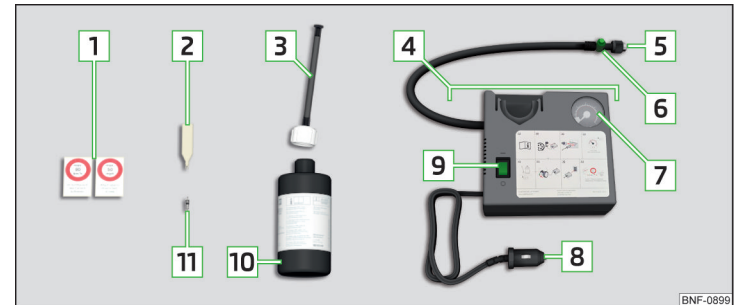

Abb. 277 Pannensetbeschreibung
- Den Ventileinsatzdreher **2** » **Abb. 277 auf Seite 236** auf den Ventileinsatz stecken, sodass der Ventileinsatz in den Schlitz des Ventileinsatzdrehers passt.
- Den Reifenfüllschlauch **5** » **Abb. 277 auf Seite 236** fest auf das Reifenventil schrauben.